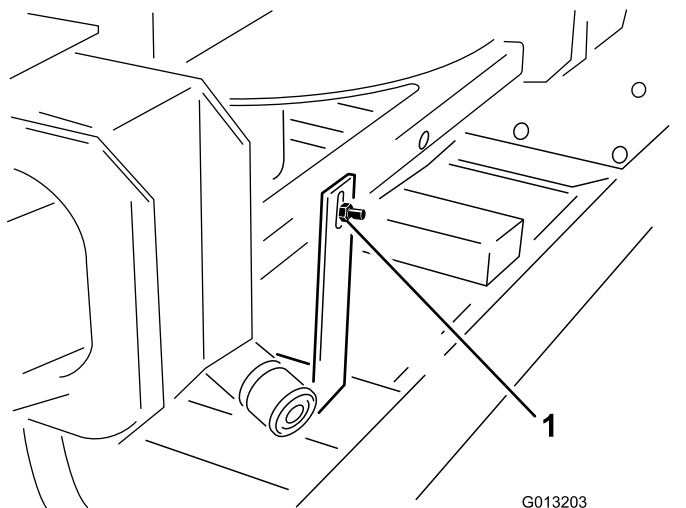

Figure 3
2. À l'arrière du Twin Spinner, retirez le boulon et l'écrou qui fixent le support d'expédition du dispositif de levage de la machine au Twin Spinner (Figure 3).